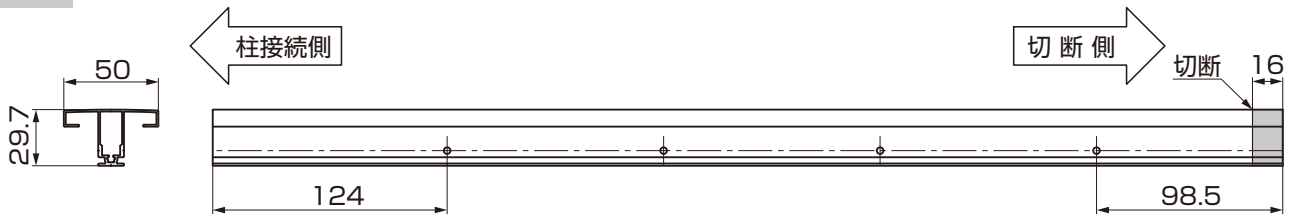
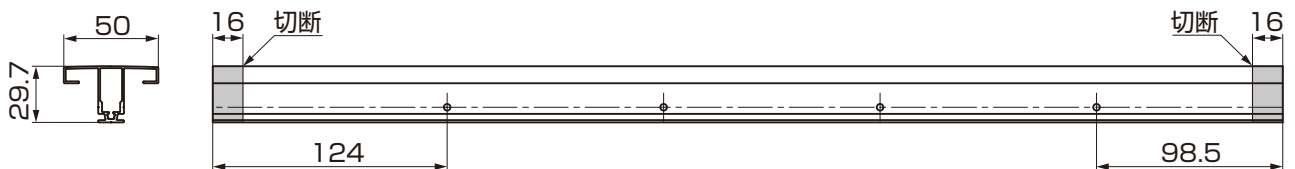

図5-9 柱接続施工の場合
図5-10 独立施工の場合
- ① 板塀用 笠木を切断加工してください。(図5-9、図5-10参照)